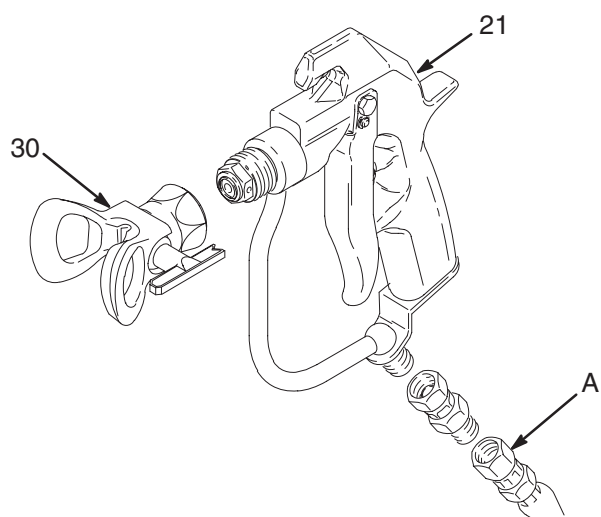

Fig. 6 04731
2. Déconnecter le flexible produit (A). Retirer la protection de buse (30). Dévisser la vis du ressort (21) d'environ 7 mm pour détendre le ressort. Voir Fig. 6.